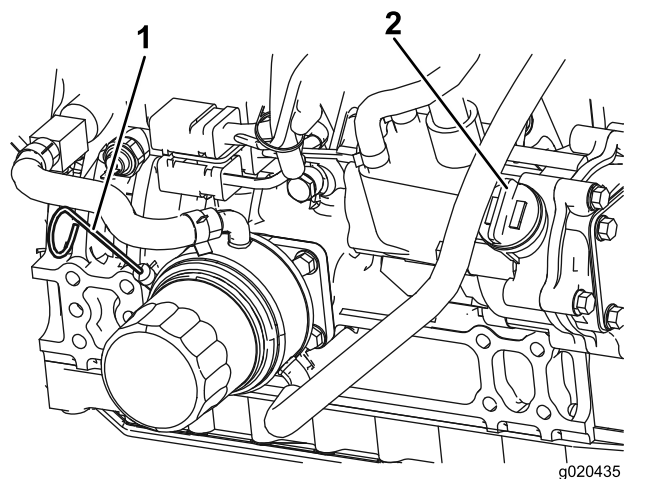

Figura 55
3. Togliete l'asta di livello, pulitela strofinandola, rimettetela nel tubo ed estraetela di nuovo. Il livello dell'olio deve essere tra la tacca "Full" (pieno) e quella "Add" (aggiunta) (Figura 55).
4. Se il livello dell'olio è basso, rimuovete il tappo di riempimento (Figura 55) e aggiungete olio fino a quando il livello non è compreso tra la tacca "Full" (pieno) e quella "Add" (aggiunta). **Non riempite troppo.**